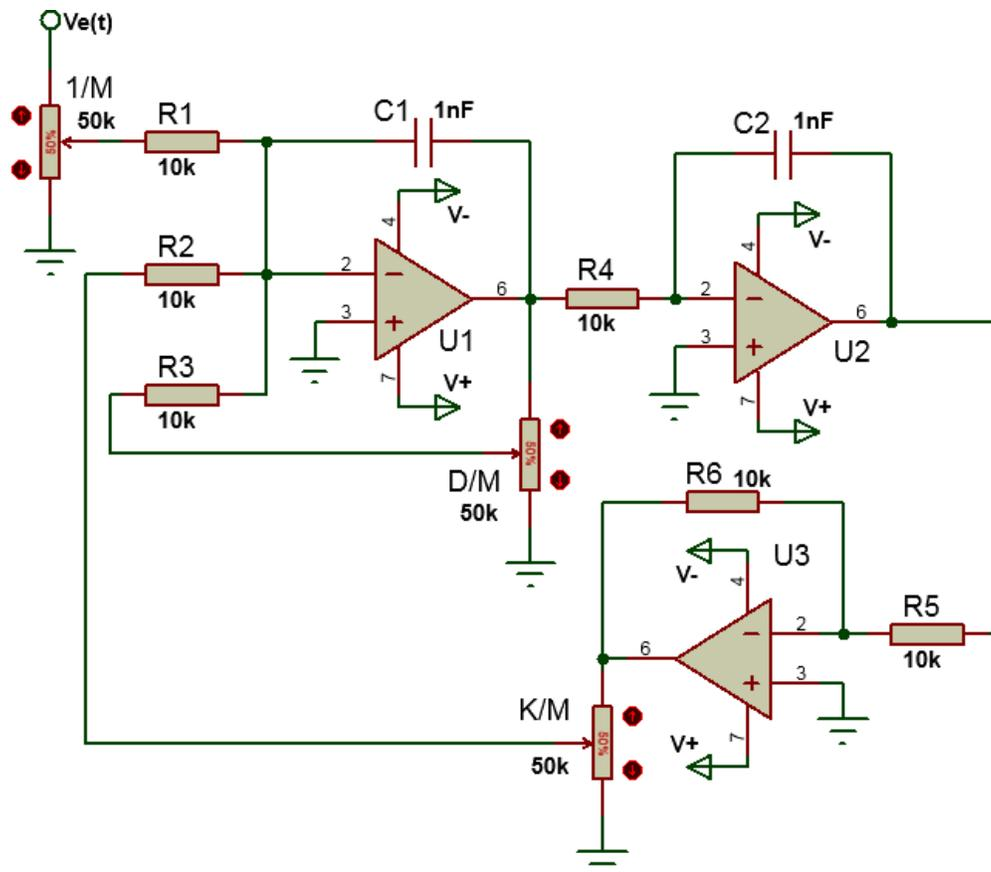

Figura 5.4. Circuito que representa un sistema de segundo orden.
1. Arme el circuito mostrado en la figura 5.4 polarizando el circuito con  $\pm 10V_{CD}$  en las terminales  $V+$  y  $V-$ .